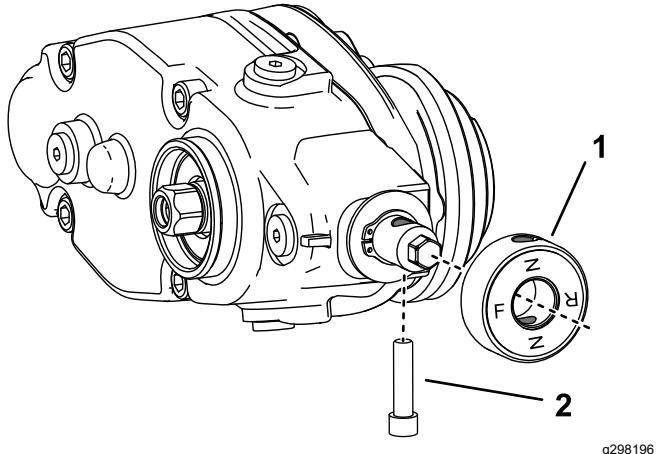

Figura 8
- Si está instalando el groomer a la izquierda de la máquina, realice los siguientes pasos (Figura 8):